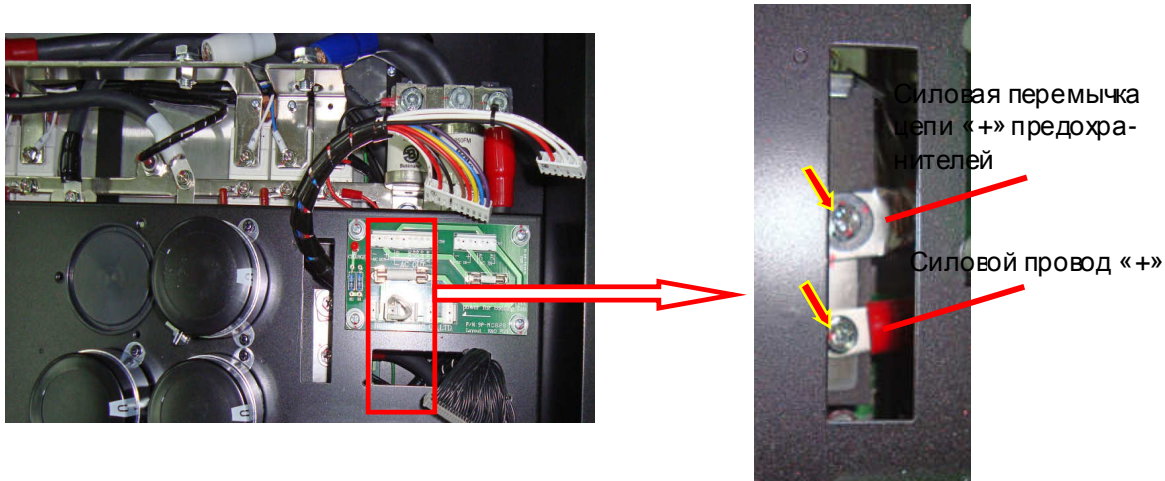

Рис. 7.23.
7.11.3.7. Присоединить силовую перемычку цепи «+» предохранителя и силовой провод «+» к соответствующим контактным площадкам шины «+» внутри блока конденсаторов и прикрутить их винтами 2 шт. (рис. 7.23), винты затянуть.